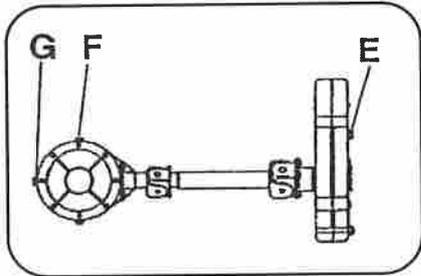

Fig. 12
- 6) Controlar el nivel del aceite de la reductora. Para ello soltar el tornillo nivel E (Fig. 12)
- 7) Controlar el nivel del aceite del cárter del diferencial. Para ello, soltar el tornillo G (Fig. 12) y operar igual que en el punto anterior, reponiendo, en caso necesario, el aceite a través del tapón F.